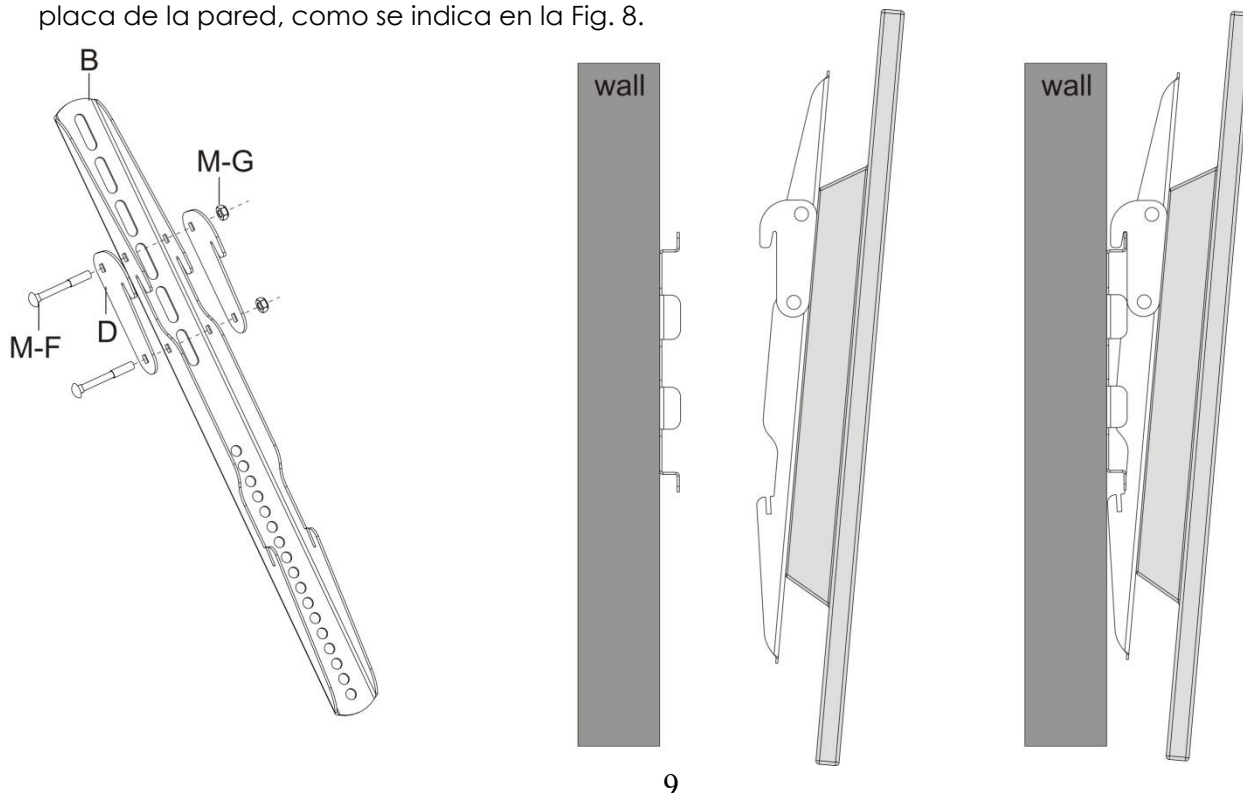

Fig. 8
- Coloque el elemento opcional de inclinación (**D**) en los raíles del TV mediante los tornillos M6 (M-F) y las tuercas de retención M6 (M-G) como se indica en la Fig. 8.
- Una vez colocado con seguridad el soporte de montaje en la pared, eleve su TV con cuidado (entre 2 personas) y enganche los dos ganchos superiores por encima de la parte superior del raíl de la placa de la pared, como se indica en la Fig. 8.